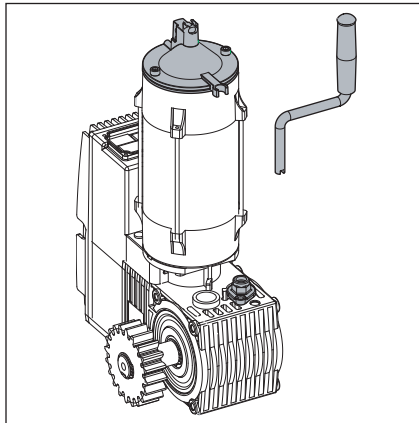
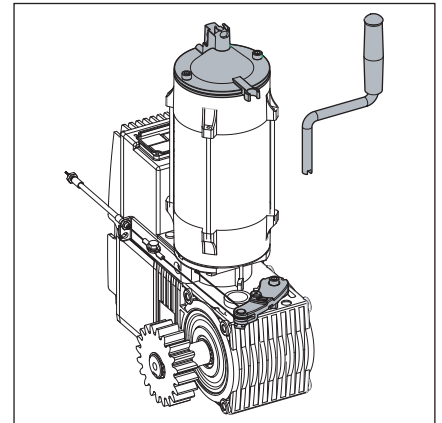

Abb. 8-1: Wartungsentriegelung
Abb. 8-2: Gesicherte Entriegelung
- a. Bei geschlossenem Tor Wartungsentriegelung (siehe Abb. 8-1) oder gesicherte Entriegelung (siehe Abb. 8-2) betätigen. Tor von Hand in die gewünschte Richtung schieben.